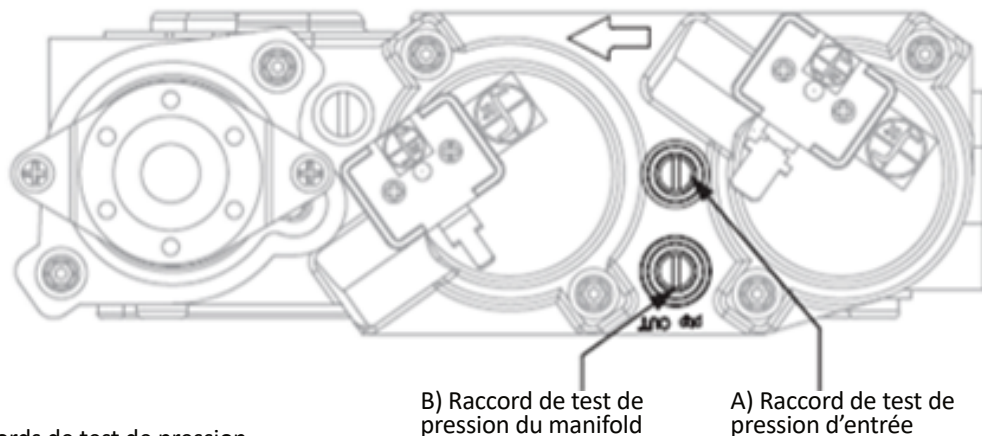

Figure 11.1 - Raccords de test de pression
1. Desserrez (sens antihoraire) la vis du raccord de test de pression d'entrée (IN). Voir (A) à la Figure 11.1.
5. Débranchez le tube avec manomètre et serrez (sens horaire) la vis du raccord de test de pression d'entrée (IN). La vis doit être serrée juste assez; ne serrez pas trop.
6. Rallumez la veilleuse et les brûleurs. Ensuite, rebranchez le manomètre au raccord de test de pression d'entrée (A) pour vérifier que ce raccord est complètement étanche. Le manomètre ne doit indiquer aucune pression.
1. Allumez la veilleuse. Desserrez (sens antihoraire) la vis du raccord de test de pression du manifold (OUT). Voir (B) à la Figure 11.1.
6. Branchez le manomètre au raccord de test de pression du manifold (B) pour vérifier qu'il est complètement étanche. Le manomètre ne doit indiquer aucune pression lorsque la veilleuse et les brûleurs sont allumés.